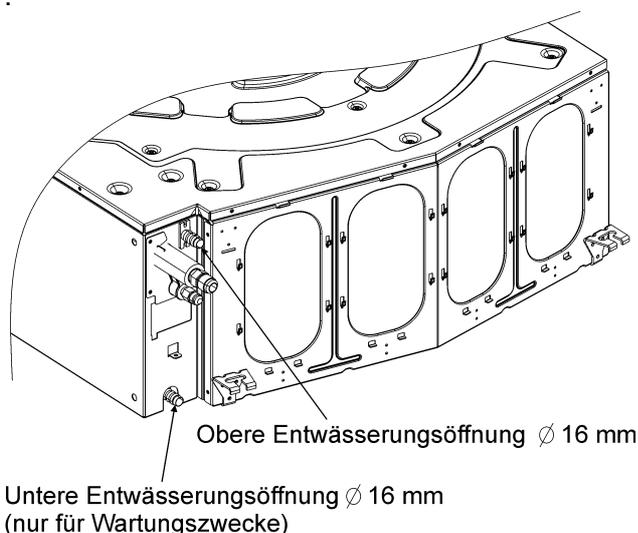

Abb. 13. Entwässerungsverbindungsstücke \varnothing 16 mm
- C. Die MD-Einheit beinhaltet eine Entwässerungspumpe mit Niveauekontrolle, die Kondenswasser bis zu einem Niveau von 60 cm über der unteren Ebene der Einheit anheben kann. Das Entwässerungsrohr wird an die obere Entwässerungsöffnung angeschlossen (siehe Abb. 13).